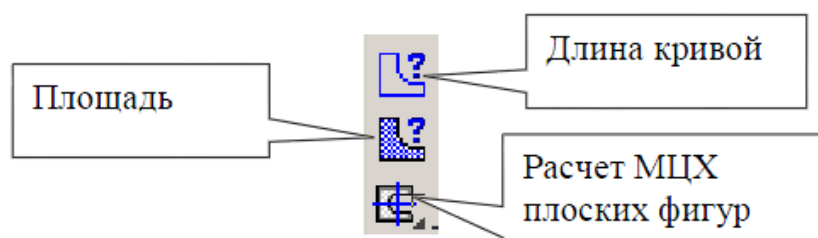

Рисунок 7
6. Выполните измерение длины окружности диаметром 20 мм. Для этого активизируйте команду *Длина кривой*, рисунок 7, на панели *Измерение*.
Установите курсор на окружность, заданную диаметром 20 мм, и нажмите левую кнопку мыши. Длина окружности появится в таблице результатов. Для определения площади плоской фигуры активизируйте команду *Площадь* (рисунок 7), установите курсор внутри замкнутого контура и нажмите левую кнопку мыши. Для определения МЦХ плоской фигуры активизируйте команду *Расчет МЦХ плоской фигуры – Обход границы по стрелке* и вначале определите МЦХ тела, а затем установите курсор на окружность, нажмите левую кнопку мыши и установите в свойствах объекта «Отверстие». Последовательно выполните такие же операции для двух других окружностей.